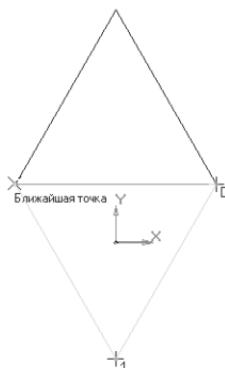

Рис. 382
- кнопка переключения – **Редактирование**, команда – **Поворот**. На панели **Свойств** выберите **Режим** – **Оставлять исходный объект**. Укажите центр поворота (точка С) и базовую точку (точка 1) см. рис. 382. Переместите фантом треугольника и укажите новое положение базовой точки (ближайшая точка). Щелчком ЛКМ зафиксируйте его;